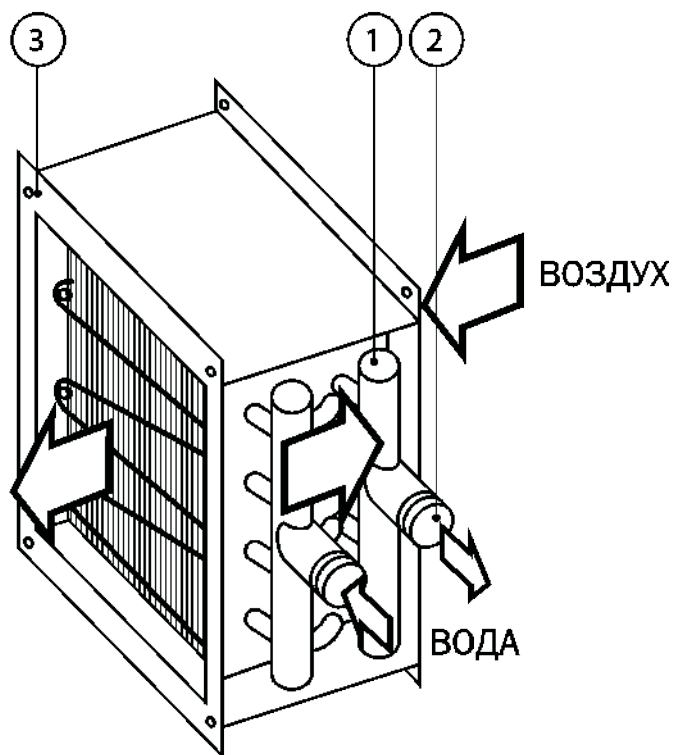

Рисунок 24. Используемые датчики температуры
Для защиты теплообменника от замерзания рекомендуется установить погружной или накладной датчик температуры воды (погружной датчик устанавливается вместо пробки на выходном коллекторе (1 на рис. 24), накладной непосредственно на патрубке выхода воды (2)) и капиллярный термостат (устанавливается снаружи, трубки датчика растягиваются на выходном окне теплообменника (3)).